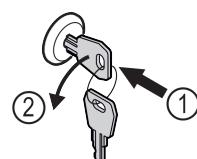

Fig. 201
- Zatlačte kľúč. Fig. 201 (1)
- Otočte kľúč o 90° v protismere hodinových ručičiek. Fig. 201 (2)